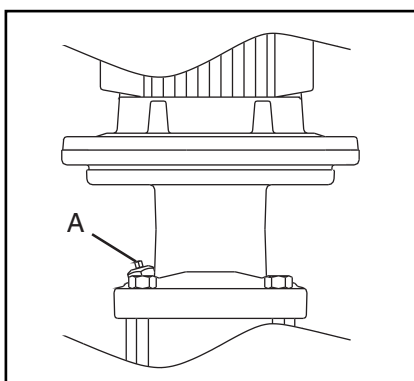

Fig. 10
3. Løsn spædeproppen (A, Fig. 10) 1-2 omgange, indtil der kommer vand og luft ud.